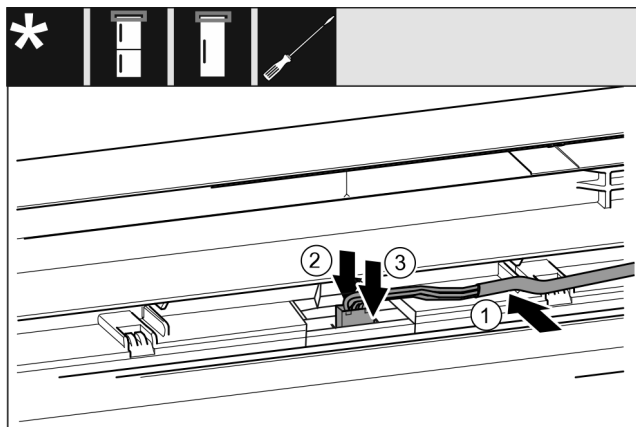

Fig. 61 Hladilno/zamrzovalne kombinacije / zamrzovalniki / hladilniki*
- ▶ Namestite kabel Fig. 61 (1) v vodilo v zgornjih vratih.*
- ▶ Potisnite zaskočni nastavek Fig. 61 (2) nazaj.*
- ▶ Zaskočite vtič Fig. 61 (3).*